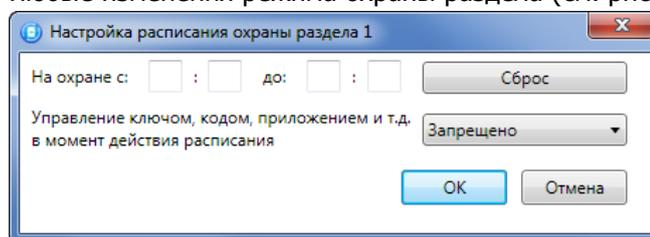

Рисунок 7.3 — Настройка расписания охраны раздела
- 8) Расписание: позволяет установить интервал времени, в течение которого раздел должен находиться на охране (можно задать не только интервал времени, но и указать только начало периода или только его конец). Персоналу объекта можно как предоставить возможность управлять режимом охраны раздела вручную в период действия расписания, так и запретить любые изменения режима охраны раздела (см. рисунок 7.3).